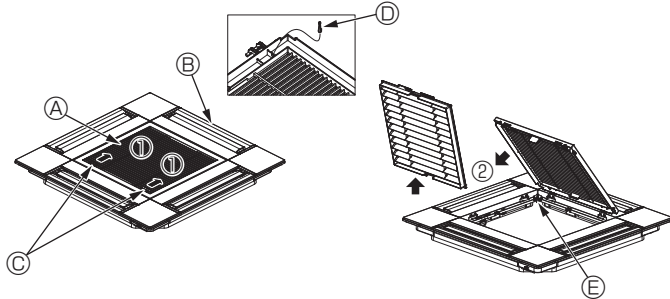
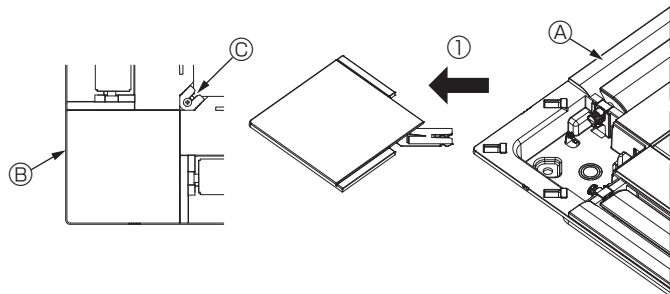

Fig. 10-3
Fig. 10-4
10.2.1. Extracción de la rejilla de admisión (Fig. 10-3)
- Deslice las palancas en la dirección indicada con la flecha ① para abrir la rejilla de admisión.
- Con la rejilla de admisión en posición "abierta", retire la bisagra de la rejilla de admisión de la rejilla tal y como se indica con la flecha ②.
10.2.2. Extracción del panel angular (Fig. 10-4)
- Afloje el tornillo de la esquina del panel angular. Deslice el panel angular indicado con la flecha ① para retirarlo.